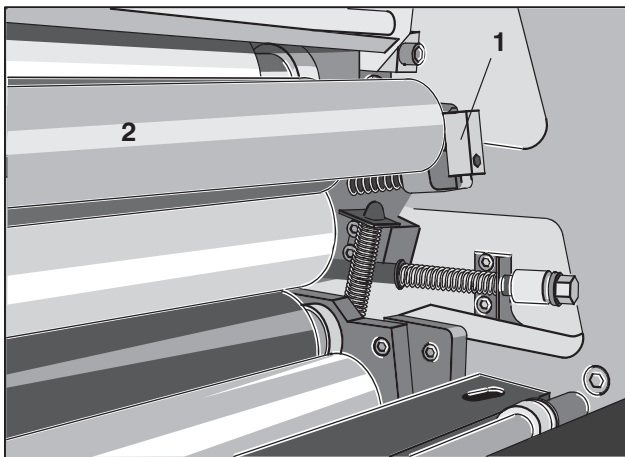

図2
- ① 印刷機に安全ロックをかけて、ローラ自動洗浄装置から洗浄受皿を取り外します。
- ② アルカラー湿し装置のブロアバーを横に開きます。
- ③ ラッチ(図2/①)を回して下向きにします。
- ④ リルサンローラ12(図2/②)を取り外します。